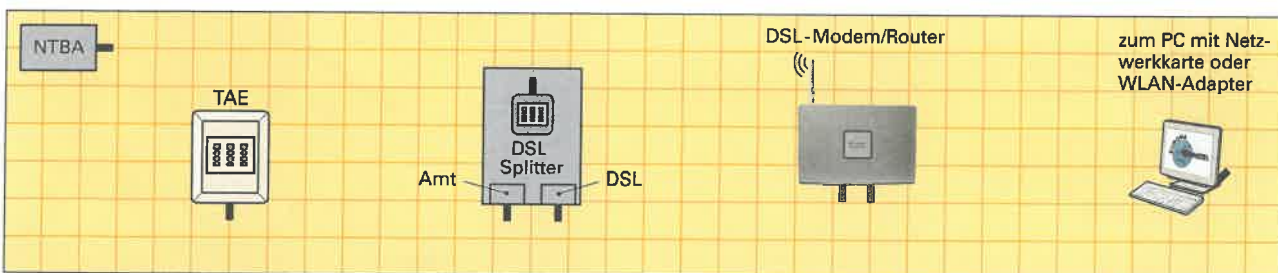

Bild 2: ISDN/DSL-Anschluss
11. Ergänzen Sie die fehlenden Verbindungen für einen ISDN/DSL-Anschluss (Bild 2).